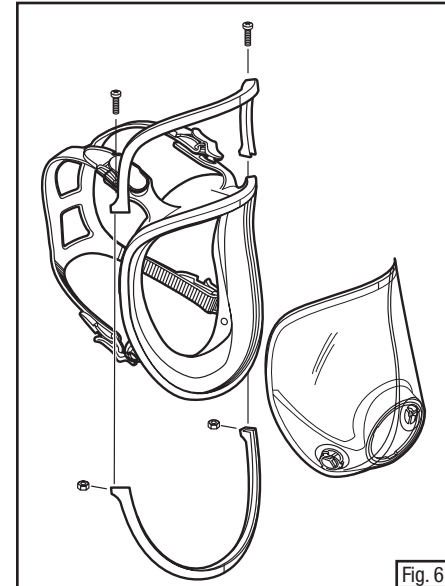

Fig. 6
2. Posicione el marco inferior, alineando la marca vertical central, y presione en su lugar (Fig. 6).